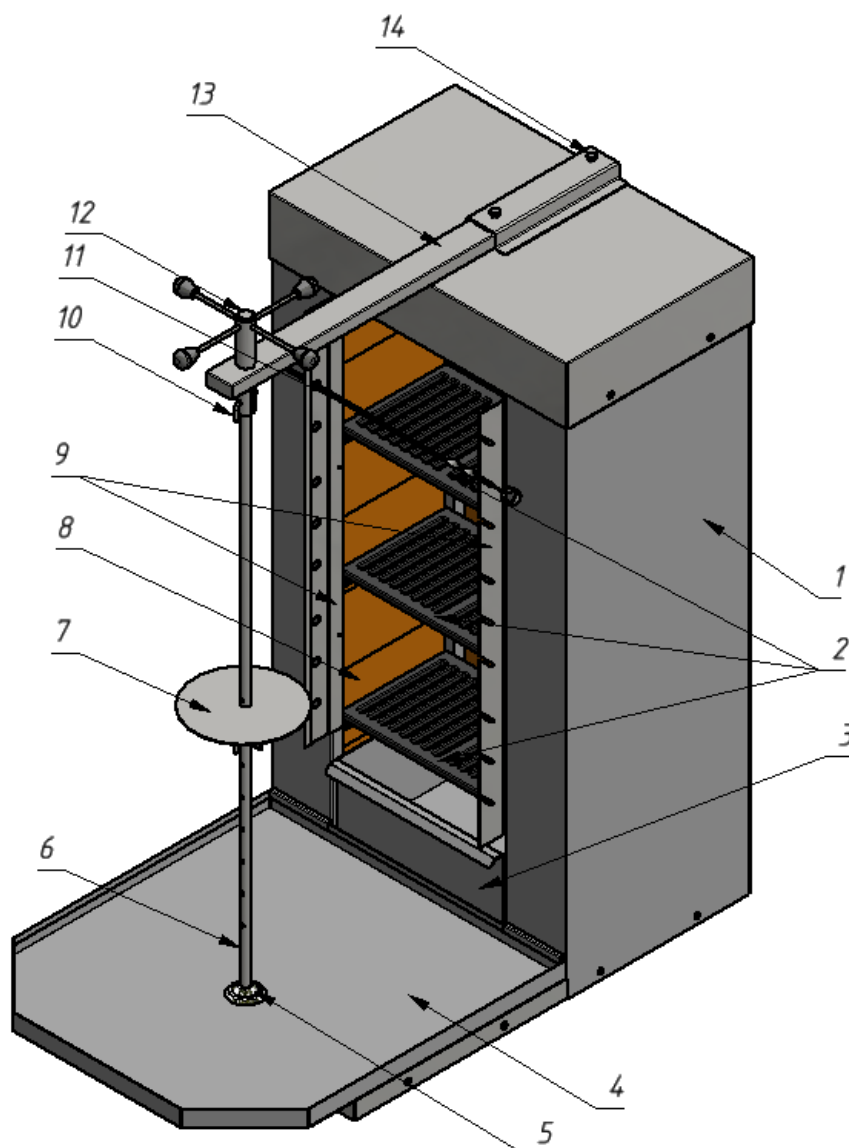

Рисунок 1 – Устройство шавермы угольной СУ/3
8.4. Шампур с продуктом устанавливают вертикально на опорную чашку (5) (рис. 1). Требуемая высота расположения продукта изменяется с помощью зажима-подставки (7) (рис. 1).
8.5. В процессе приготовления, вращение шампура с продуктом осуществляется с помощью ручки (12) (рис. 1).